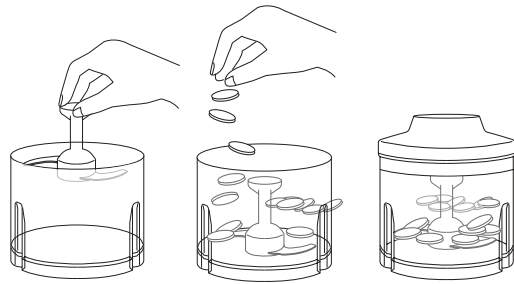

Fig.3.3
- Introducir los alimentos a elaborar en el vaso picador y colocar la tapa hasta que encaje (Fig. 3.3)